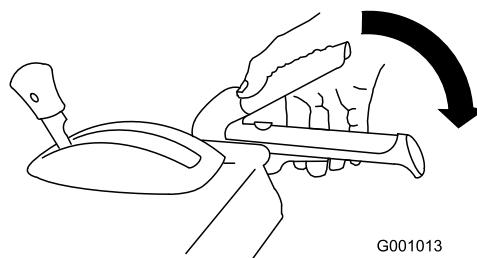

Figura 28
1. Per innestare la trasmissione della coclea/ventola premete la leva destra (coclea/ventola) contro l'impugnatura (Figura 28).